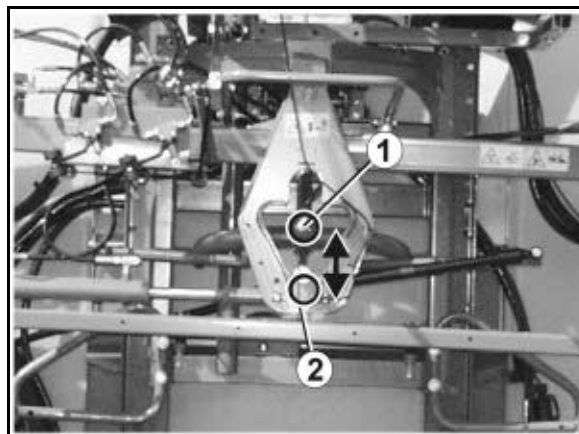

Fig. 38
Åpne svingningsutjevningen (Fig. 38/1):
- Svingningsutjevningen er låst opp (Fig. 38/1) når det vises et symbol med åpen lås på skjermen på **AMATRON⁺**.
- Den åpne svingningsutjevningen (Fig. 38/1) og den utfoldede sprøytebommen svinger fritt i forhold til bomopphenget. På illustrasjonen er svingningsutjevningens avskjerming fjernet for å gi bedre innsyn.
Låse svingningsutjevningen (Fig. 38/1):
- **AMATRON⁺**: Svingningsutjevningen er låst (Fig. 38/1), når symbolet med lukket lås vises på skjermen på **AMATRON⁺**.